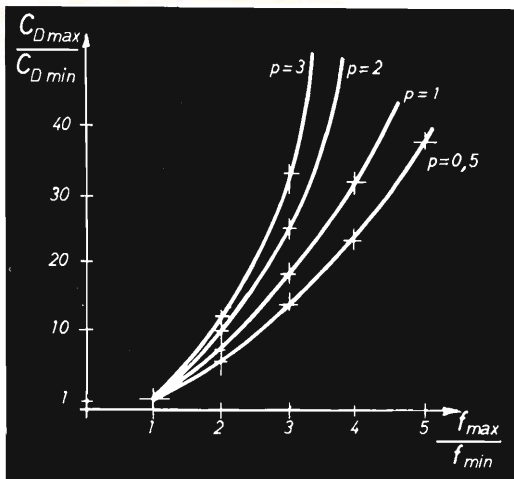

figura 6
Fissata, quindi, la gamma di frequenze che interessa e nota o stimata la capacità parassita C_p è possibile determinare il rapporto $C_{D \text{ max}}/C_{D \text{ min}}$ e, conoscendo la tensione di sintonia disponibile, scegliere un diodo di caratteristiche idonee. In figura 6 è rappresentata graficamente la (2) in cui si è posto $C_p = pC_{D \text{ min}}$. Tale grafico è valido anche nel caso di condensatori variabili ad aria tradizionali per un rapido dimensionamento di circuiti accordati a sintonia variabile.